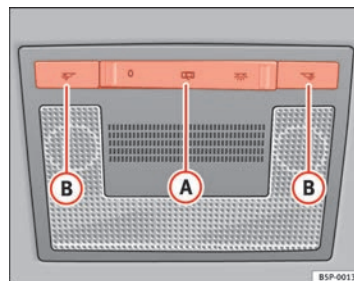

Fig. 78 Revestimento interior do tejadilho: iluminação do habitáculo
Com o comando (A) ⇒ fig. 78 pode seleccionar as seguintes posições:
Premir o comutador para a posição 0 ⇒ fig. 78.